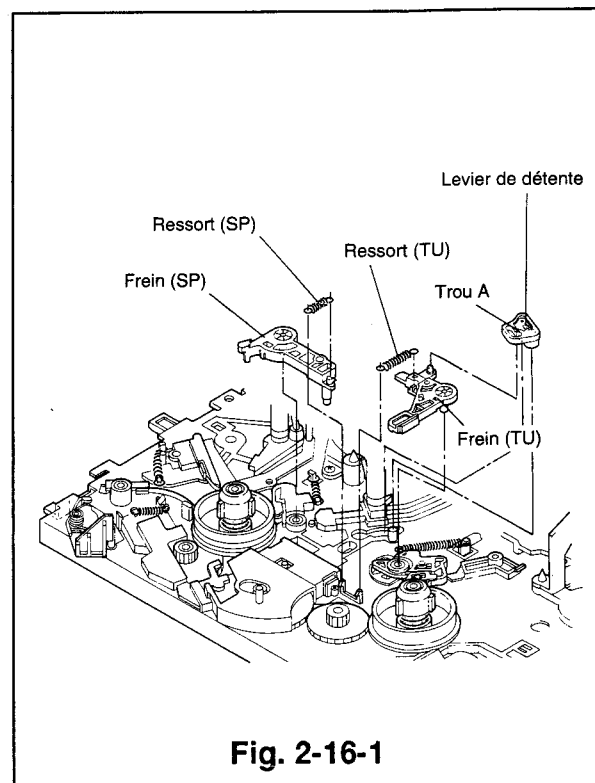
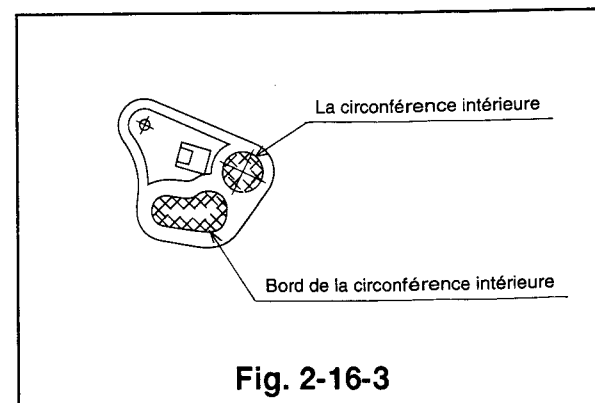

Fig. 2-16-1
Fig. 2-16-3
- 4) Enlever le ressort (TU). (Voir la Fig. 2-16-1)
- 1) Appliquer de la graisse (PG-641)[859DO55030] sur la zone indiquée dans la Fig. 2-16-3.
- 2) Positionner le frein (TU) sur le plateau principal.
- 3) Positionner le levier de détente de façon à ce que l'orifice A soit aligné avec l'ergot du frein (TU), comme illustré dans la Fig. 2-16-1.
- 4) Remonter le ressort (TU).
- 5) Remonter le frein (SP) et le ressort (SP). (Se référer au Para. 2-14 pour la marche à suivre.)